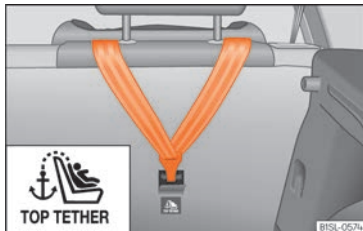

Fig. 25 Part del darrere dels seients posteriors: argolla per al Top Tether oculta sota tall de moqueta.
- Feu lliscar la corretja i fixeu-la correctament amb l'ancoratge de la part posterior del respallter »» fig. 25.